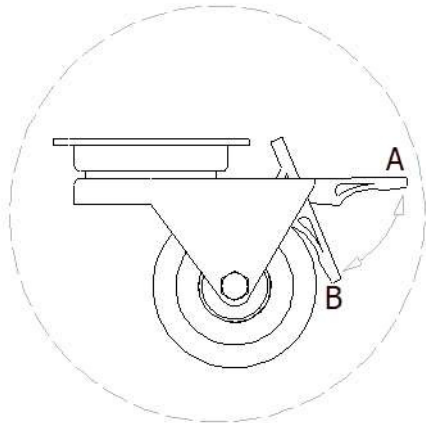

Abb. 3 Radfahrsatz
- Stellen Sie das Gerät auf eine ebene und ausreichend harte Unterlage und richten Sie es mit den Füßen aus. Verwenden Sie bei mobilen Geräten eine Radsperre, um zu verhindern, dass sie sich während des Betriebs bewegen (Abb. 3).